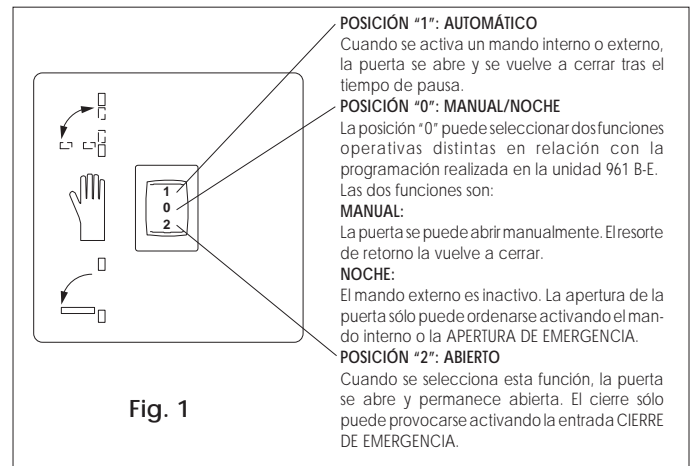

Fig. 1
Sistema de arrastre (fig. 1- ref. 7)
Muelle de cierre (fig. 1- ref.10)
- 3) Mantener bien sujeto el brazo y quitar el tornillo de regulación de la tensión del muelle (fig. 1 - ref. 5).
- 6) Realizar los ajustes necesarios y bloquear el tornillo de regulación (fig. 1-ref. 5) con loctite.
El equipo automático 961 B-E está dotado de un selector que permite elegir la lógica de funcionamiento (fig. 1).